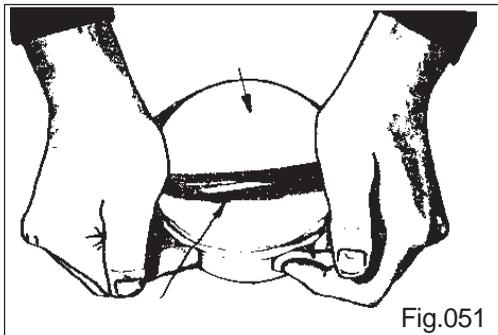

Fig.051
- a) Lubrificar levemente as bordas e alojamento do êmbolo e colocar a graxeta. Para esta montagem, veja a fig. 051.